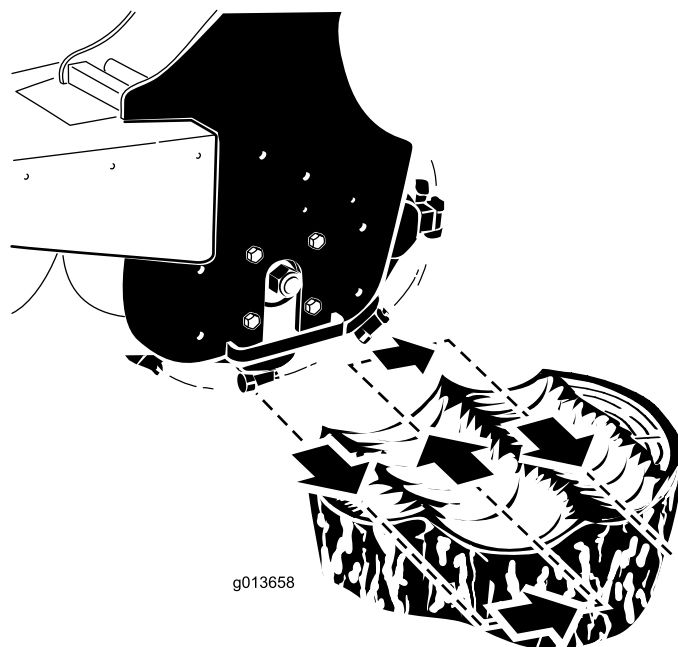

Figura 12
4. Posizionate il fresa ceppi a sinistra dietro il ceppo (Figura 12).
5. Fate oscillare il fresa ceppi verso di voi con la leva d'inclinazione dell'accessorio, trinciando a una profondità compresa tra 0,5 e 5 cm, a seconda della durezza del legno (Figura 12).
6. Fate oscillare il fresa ceppi riportandolo nella posizione iniziale (Figura 12), abbassatelo di un'altezza compresa tra 0,5 e 5 cm e ripetete i passaggi da 4 a 6 fino a quando non avete trinciato alcuni centimetri di ceppo.
8. Spostate il fresa ceppi a destra (Figura 12).